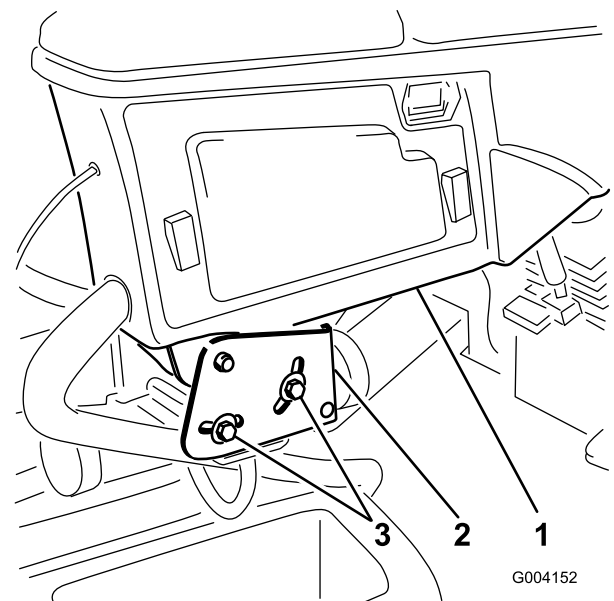

Figure 37
1. Desserrez les 2 boulons qui fixent le bras de commande à la patte de retenue (Figure 37).